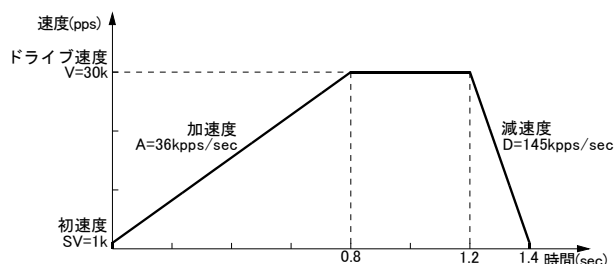
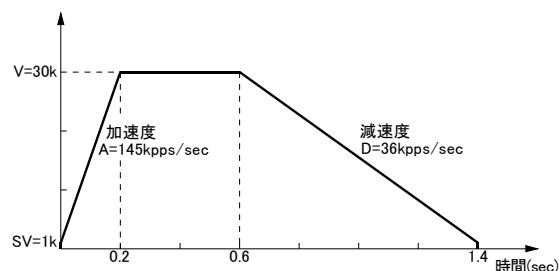

図2.10 非対称直線加減速ドライブ（加速度<減速度）
図2.11 非対称直線加減速ドライブ（加速度>減速度）
本 I C は、このように加速度と減速度の異なる非対称直線加減速の定量ドライブにおいても自動減速させることができます。あらかじめ計算によってマニュアル減速点を設定しておく必要はありません。図2.10は、加速度より減速度が大きい例、図2.11は減速度より加速度が大きい例ですが、このような非対称の直線加減速においても、出力パルス数 P と、各速度パラメータ値から減速開始点を I C 内部で算出します。
- 加速度>減速度（図2.11）の場合、加速度と減速度の比率に次のような条件があります。
- 加速度>減速度（図2.11）の場合、加速度 A と減速度 D の比率が大きくなればなるほど引きずりパルスが多くなります（A/D=10 倍で最大 10 パルス程度）。引きずりパルスが問題になる場合には、①初速度を上げる、②加速カウンタオフセットにマイナス値をセットする、等で対処します。